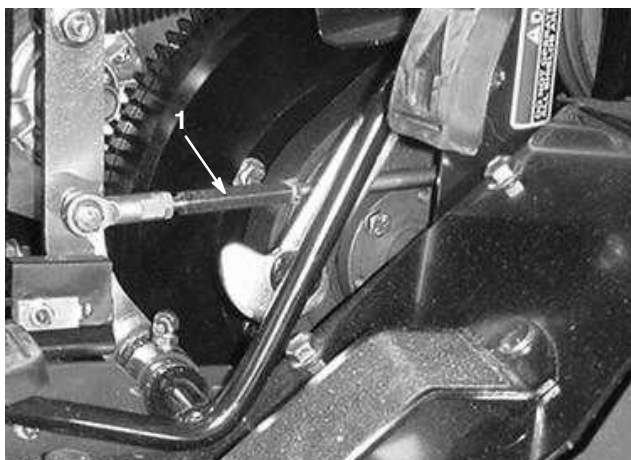

Bild 60
2. Lockern Sie die Klemmmuttern an den Enden der Antriebsstangentrommel (Bild 60).